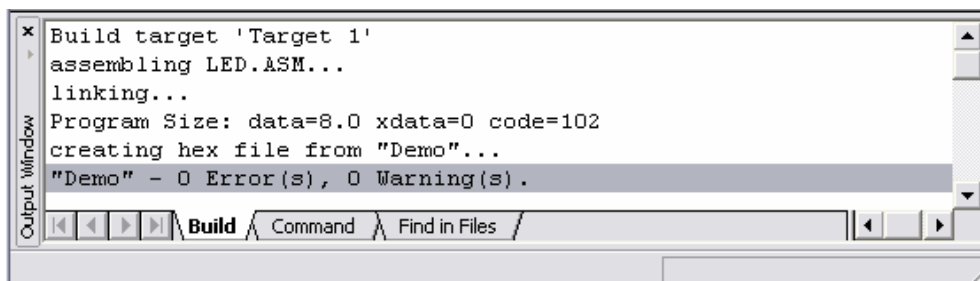

图 4.10
11) 单击工具栏的按钮  编译当前源程序。编译结果会显示在输出窗口内。如果是“0 Error(s) , 0 Warning(s).”，就表示程序没有问题了（至少是在语法上不存在问题了）参见图 4.10。如果存在错误或警告，请仔细检查您的程序是否与程序清单 1.1 一致。修改后，再编译，直到通过为止。